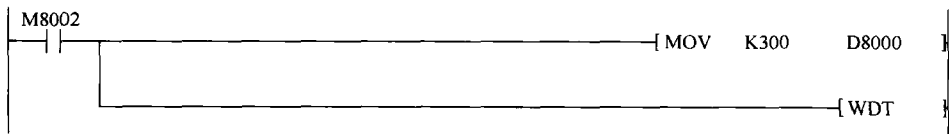

图 4-7 看门狗定时器值改写程序
(1) 更改看门狗定时器 通过改写 D8000(看门狗定时器)的值,可以更更改看门定时器的检测时间,程序如图 4-7 所示。
看门狗定时器 D8000 出厂值为 200(单位为 ms)通过如图 4-7 所示的程序将 D8000 值改为 300。